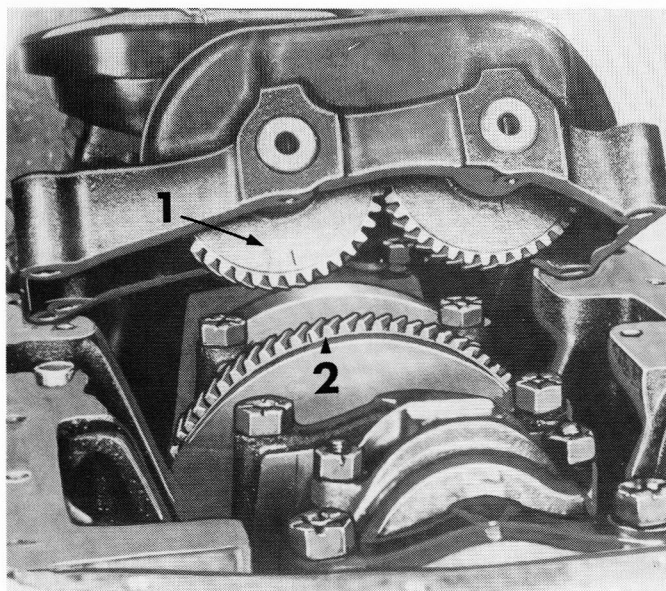

FIGURE 64 : Calage du damper sur le vilebrequin — 1 = Repère de calage de pignon d'entraînement, 2 = Repère de calage de pignon de vilebrequin.
- S'assurer que les plans de joint du bloc-cylindres et du damper sont propres et que les pieds de centrage du bloc sont en bon état. Faire tourner le vilebrequin pour amener au point mort bas le repère du volant et le piston n° 1. Faire tourner les pignons du damper de manière à faire coïncider le repère du pignon d'entraînement de damper avec le repère du pignon de vilebrequin (Figure 64).